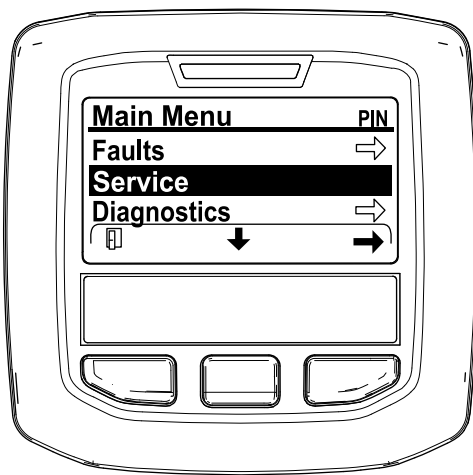

Figura 30
2. Desde el menú PRINCIPAL, pulse el botón central para desplazarse hacia abajo hasta el menú SERVICE (Servicio) y pulse el botón derecho para seleccionar la opción SERVICE (Servicio) (Figura 30).